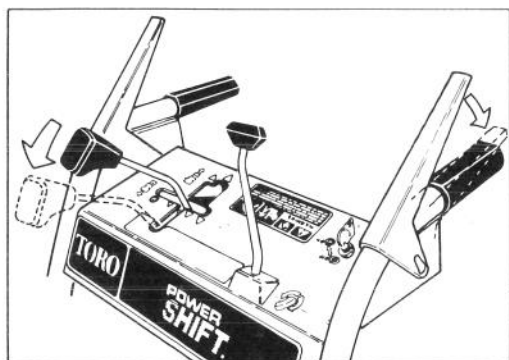

Abbildung 15
2. Um die Räder in die Vorderstellung oder Rückwärtsstellung zu bringen, die Schaltscheibe komplett nach vorn in die Power Shift-Stellung bringen und halten (Abb. 15).